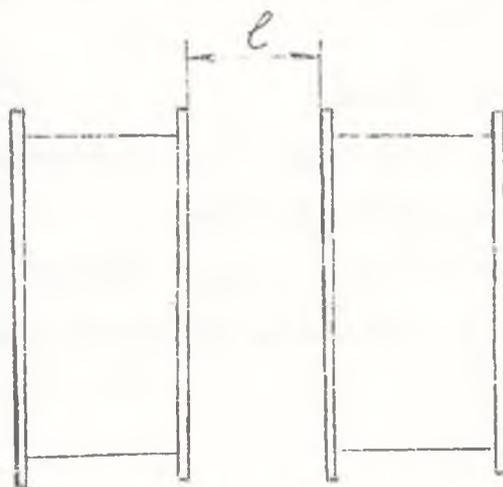

Рисунок 9 – Взаимное расположение катушек
7. Включить автомат и установить в первой катушке силу тока 0,2 А. Катушки расположить так, как показано на рис.9.